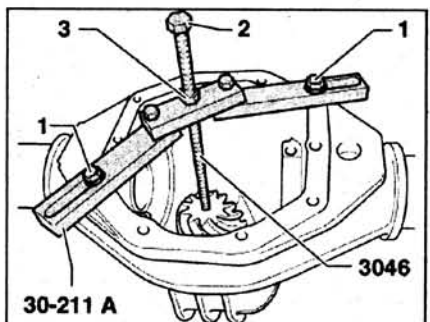

Рис. 4.90. Закрепите ведущую коническую шестерню с помощью приспособления.
14. Закрепите ведущую коническую шестерню с помощью приспособления, показанного на рис. 4.90, где 1 – болты М8х35 мм, 2 – шпindel съемника 3046 с опорным мостом 30-211А. Установите опорный мост 30-211 А. Закрепите ведущую коническую шестерню шпинделем 2. Закрепите шпindel гайкой 3.